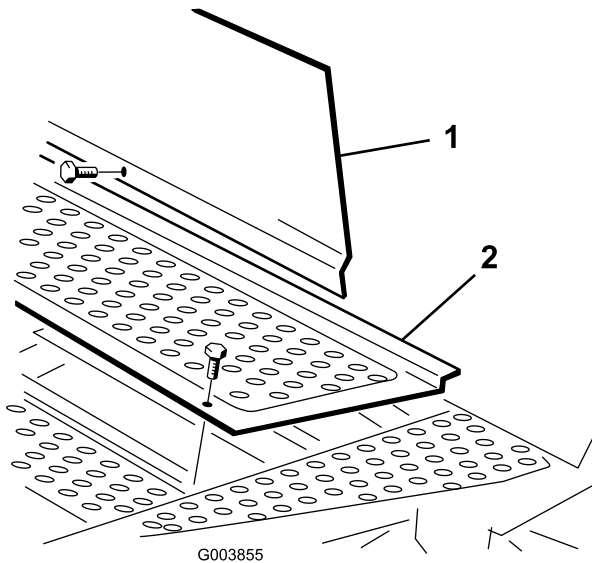

Bild 5
- Nehmen Sie die Befestigungen ab, mit denen die linke vordere Kante der Bodenplatte und die linke Seite der Abdeckung am Rahmen befestigt ist (Bild 5).
2. Ersetzen Sie die Befestigungen der Bodenplatte mit einer Bundschraube (5/16 x 5/8 Zoll) aus den losen Teilen (Bild 5).
3. Ersetzen Sie die Befestigungen der Abdeckung mit einer Bundschraube (5/16 x 3/4 Zoll) aus den losen Teilen (Bild 5).